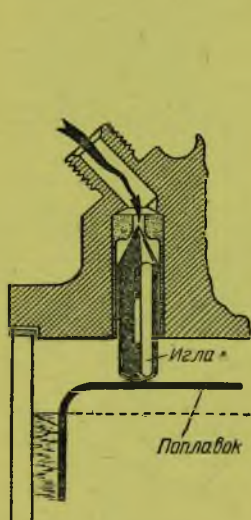

Рис. 81. Игольчатый клапан поплавковой камеры
Бензин в поплашковую камеру поступает через игольчатый клапан, показанный отдельно на рис. 81. Из поплашковой камеры через сверление (27) в жиклерную трубку (26) и, пройдя через жиклер (22) и эмульсионную камеру (21), заполняет сверления эмульсионной трубки (30), идущие к соплу (18) и двум сверлениям, сообщающимся с атмосферой через трубки (24).